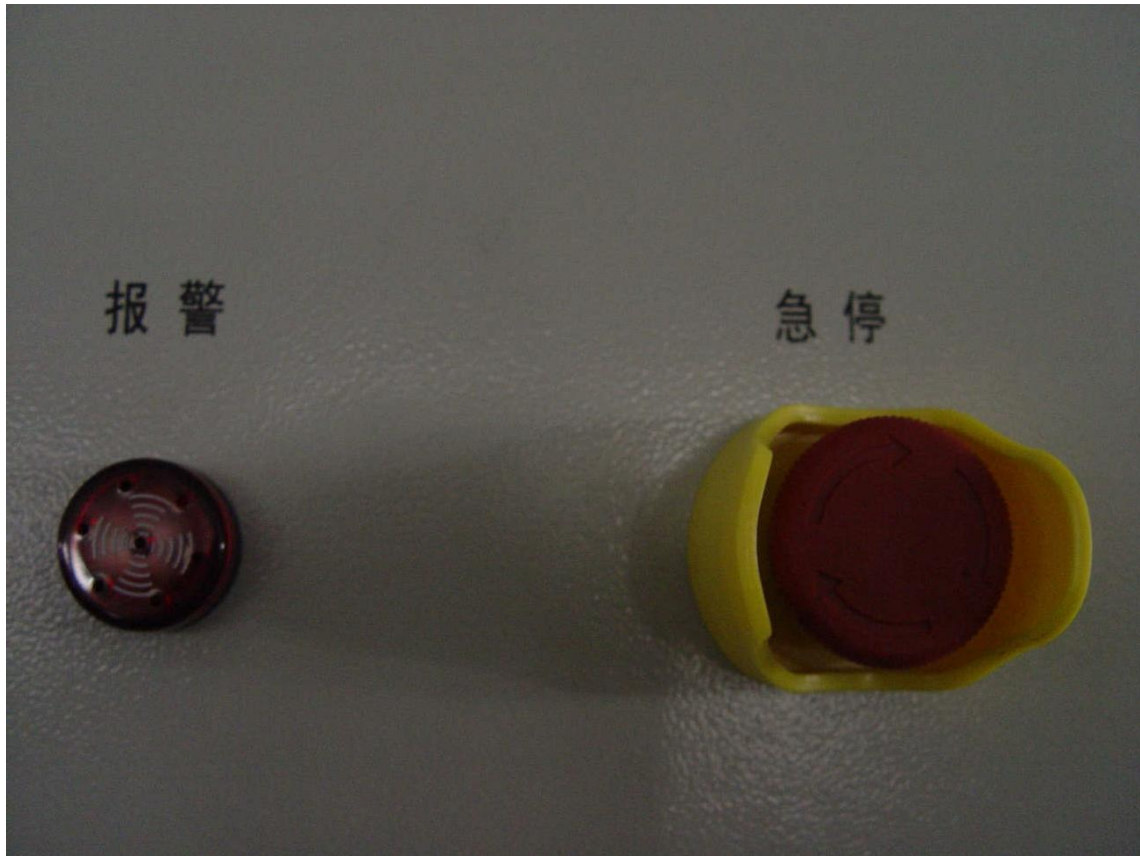

图 6.3 柜门急停/ Figure 6.3 Emergency Stop Button 11)由下拉框选择运行模式，输入框中设定控制目标。
10)查看 HMI“母线电压”页面显示的单元母线电压是否均压（差值 $<50V$ ）。旋开柜门急停（如图 6.3 所示），按下装置监控页面“合闸”按钮，装置将从充电状态进入就绪状态，此时装置监控页面“就绪”灯亮起。